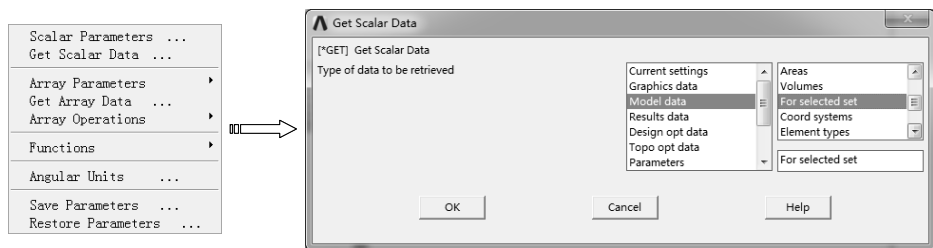

图 6-107 “Get Scalar Data”对话框
8) 选择“Utility Menu>Parameters>Get Scalar Data”命令，弹出“Get Scalar Data”对话框，在左侧列表中选择“Modal data”（模型数据），在右侧列表中选择“For selected set”（从选择集），如图 6-107 所示。